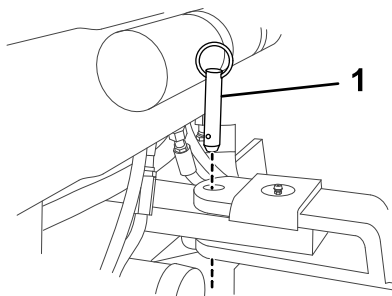
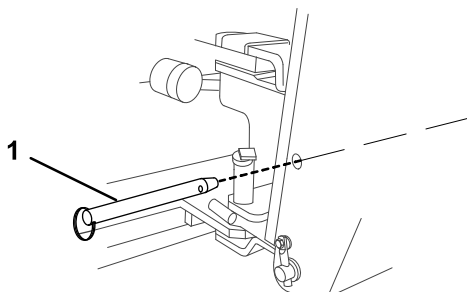

Figure 12
Figure 13
- Fixez la flèche en position en installant les 2 goupilles retirées avant l'opération (Figure 12 et Figure 13).